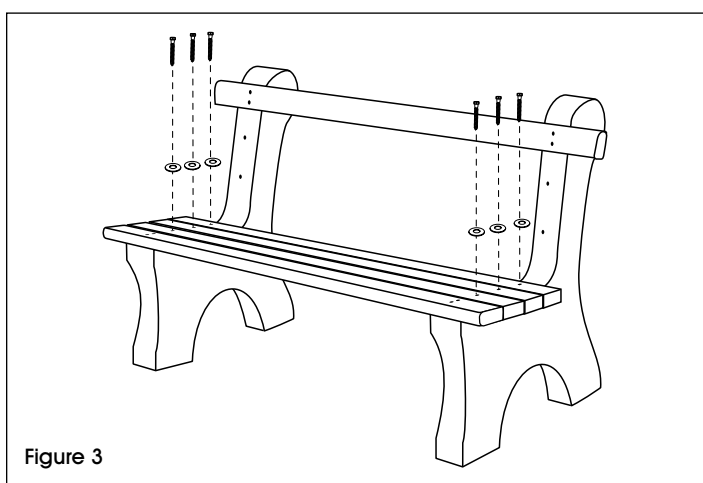

Figure 3
5. Alignez trois planchettes à un trou sur les trous prépercés de la partie siège des bases de banc. Fixez-les lâchement à l'aide des vis tire-fonds de 3 ½ po, des rondelles, de la perceuse et de la douille tournevis de 7/16 po (Serrez les vis plus tard à l'étape 7). (Voir Figure 3)